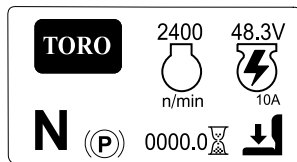

图 20
- **主信息屏幕** 图 20 在钥匙处于开启位置时显示当前机器信息。